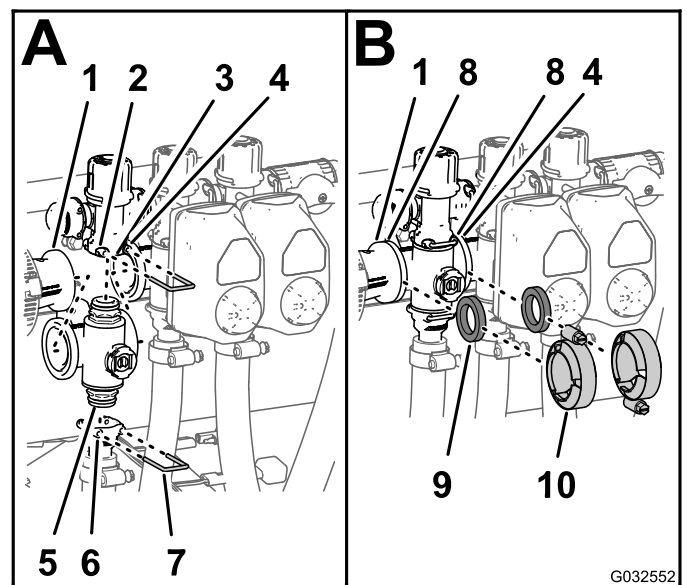

Figure 112
1. Insérez le raccord d'embout supérieur de la soupape du collecteur dans le raccord de dérivation (A de la Figure 112).
la douille du raccord de dérivation (A de la Figure 112).
- Montez le raccord de sortie sur le raccord d'embout inférieur de la soupape de collecteur (A de la Figure 112).
- Fixez le raccord d'embout au raccord de sortie en insérant un étrier de fixation dans la douille du raccord de sortie (A de la Figure 112).
- Placez un joint entre les brides de l'accouplement réducteur et du collecteur de vanne de section (B de la Figure 112).
- Montez l'accouplement réducteur, le joint et le collecteur de vanne de section avec un collier serré à la main (B de la Figure 112).
- Si vous montez les 2 vannes de section de gauche, placez un joint entre les brides des 2 collecteurs de vannes de section adjacentes (B de la Figure 112).
- Montez les collecteurs de vannes de section adjacentes et le joint avec un collier serré à la main (B de la Figure 112).